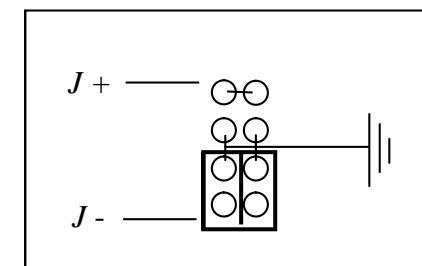

Рис. 8 Заземление минусовой клеммы
- 13.3 На основной плате возле положительной выходной шины найдите разъем заземления – см. рис. 8. Заводская установка перемычки – заземление по минусовой клемме источника.